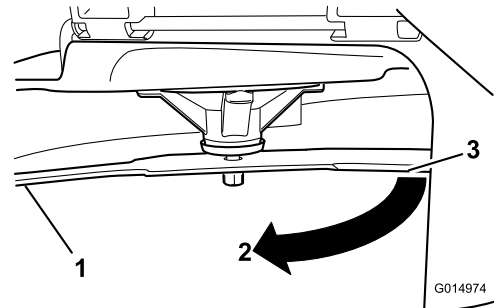

Figura 61
4. Gire la misma cuchilla 180 grados de manera que el otro extremo esté en la misma posición (Figura 61).